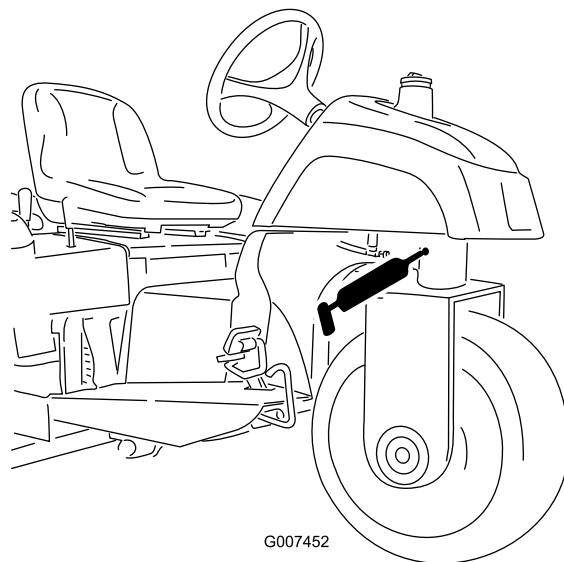

Figura 24
- Articulação da direção (Figura 24)
Nota: O bocal de embeber na articulação da direção (Figura 24) necessita de um adaptador de bico de pistola de pulverização. Encomende a peça nº 107-1998 da Toro ao seu distribuidor autorizado Toro.